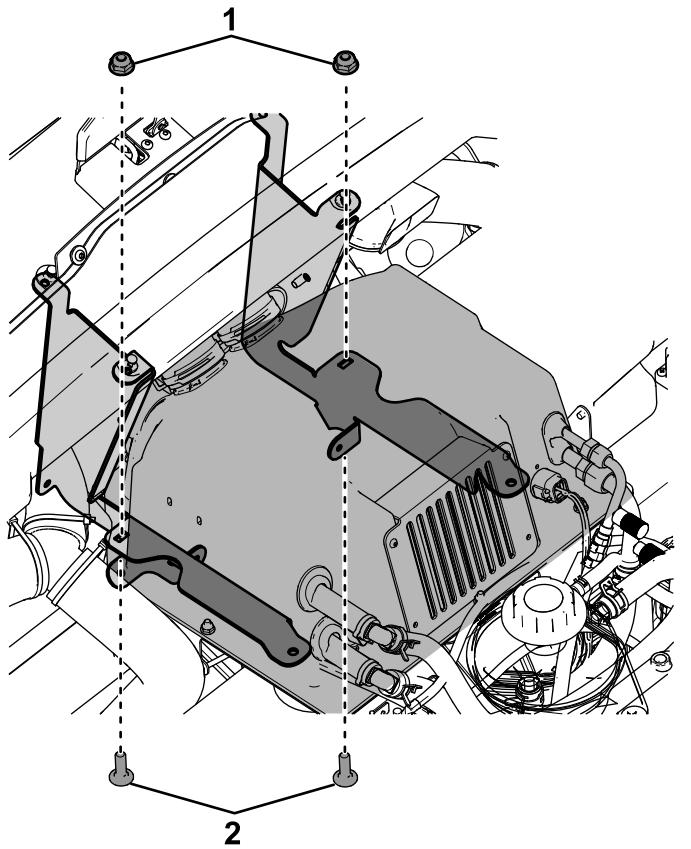

Figure 27
3. Fixez l'arrière de l'ensemble boîtier de chauffage aux supports du tableau de bord sur la machine à l'aide de 2 boulons de carrosserie (1/4" x 3/4") et 2 contre-écrous (1/4") ; voir la Figure 27.